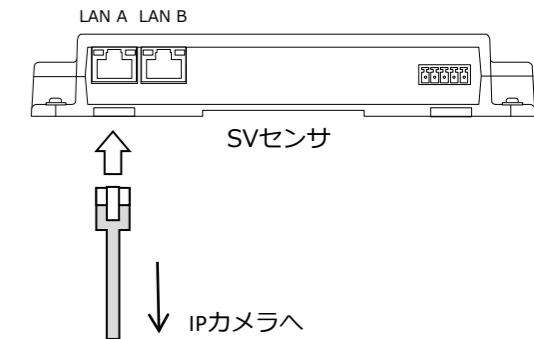

図5 SVセンサへのLANケーブルの接続
(1) モバイルパックのプラボックスとIPカメラのハウジング等を繋いでいる配線管にLANケーブルを通す。
(2) モバイルパックのSVセンサ側面のLANポートにLANケーブルを接続する。（図5）